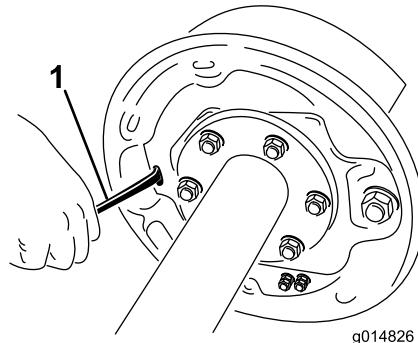

Figure 51
- Avec un tournevis, tournez la roue dentée de l'ensemble de réglage pour écarter les segments de freins (Figure 51).